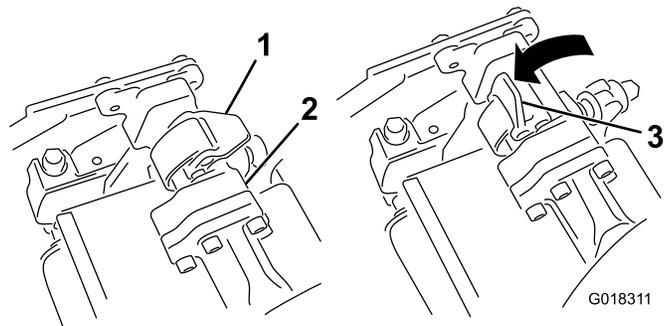
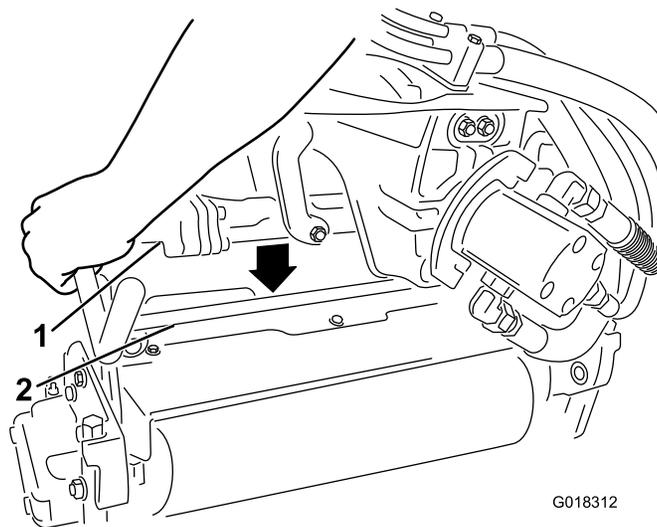

図 2
図 3
2. サスペンションアームのバーについているラッチを開いて図 2、サスペンションアームを押し下げて、バーを、スパイクユニットのバーの上に被せるようにする図 3。
3. ラッチを閉じてスパイクユニットをロックする図 2。